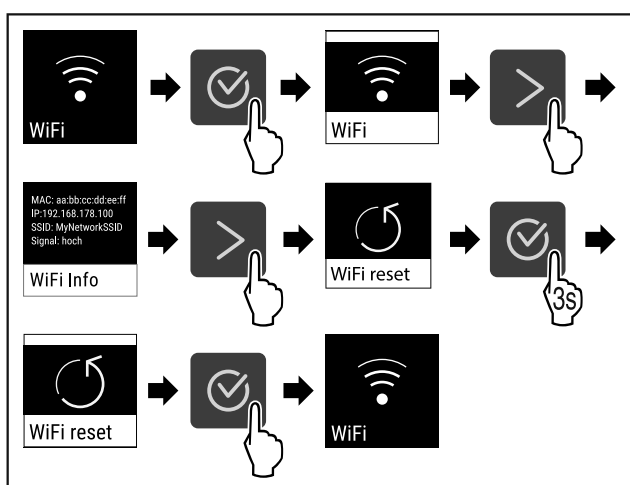

Fig. 87
- ▶ Suorita toimenpidevaiheet (katso Fig. 87).